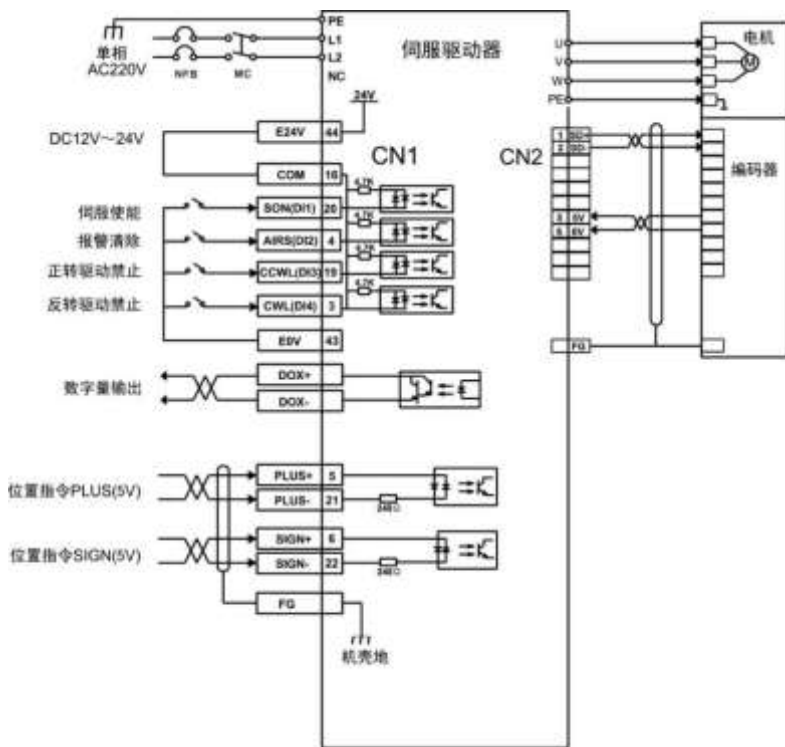

图5.2 位置模式接线图
3) 参考图5.2配线说明连接CN1端子中的脉冲方向输入和脉冲指令输入以及所需的DI/DO信号，如伺服使能，报警清除，定位完成信号等。